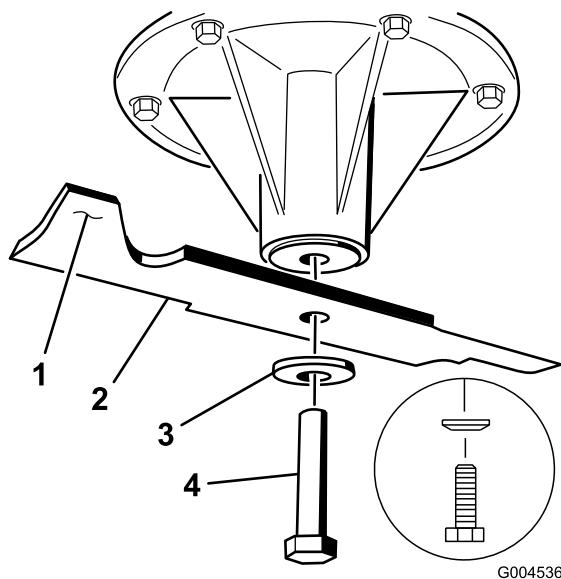

Figure 57
2. Pour les tabliers de coupe de 48 pouces, enlevez le boulon de lame, la rondelle bombée et la lame de l'axe de pivot (Figure 57).
3. Si la lame reste horizontale, elle est équilibrée et peut être utilisée. Si la lame est déséquilibrée, limez un peu l'extrémité de la partie relevée seulement (Figure 57).
1. Placez la lame sur l'axe (Figure 57).
Important: Pour obtenir une coupe correcte, la partie relevée de la lame doit être tournée vers le haut et dirigée vers l'intérieur du tablier de coupe (Figure 57).
2. Sur les tabliers de coupe de 122 cm (48 po), montez la lame, la rondelle bombée et le boulon de lame (Figure 57).